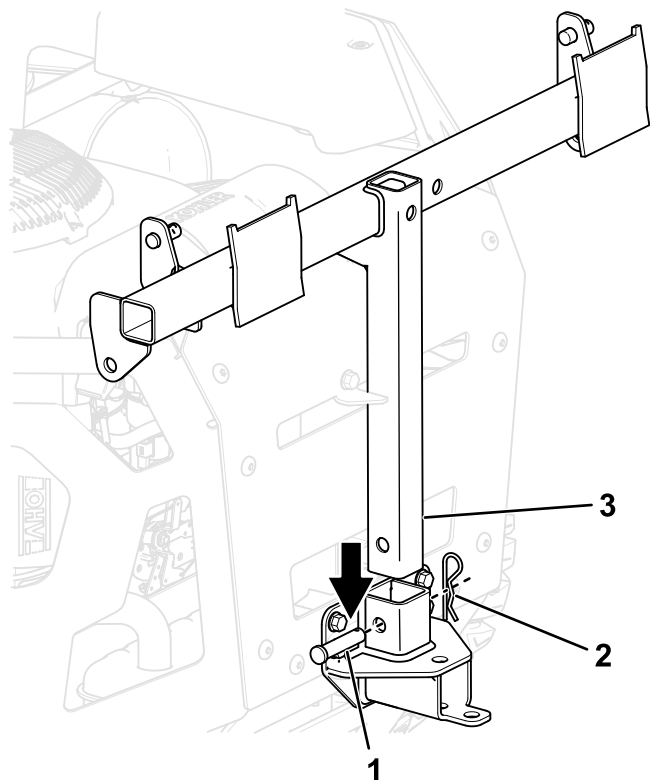

Figura 15
4. Montai consola pentru sistemul de colectare la nivelul consolei suportului pentru sistemul de colectare cu ajutorul tiftului cu cap i gaură lung pentru cui spintecat i a unui tift în formă de agrafă (Figura 15).